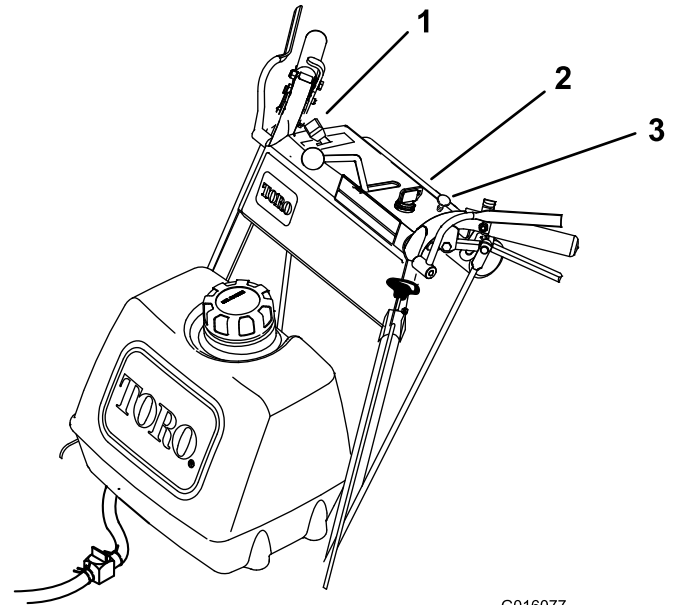

Figura 7
3. Spostate la leva dell'acceleratore in posizione di MINIMA (Figura 7).